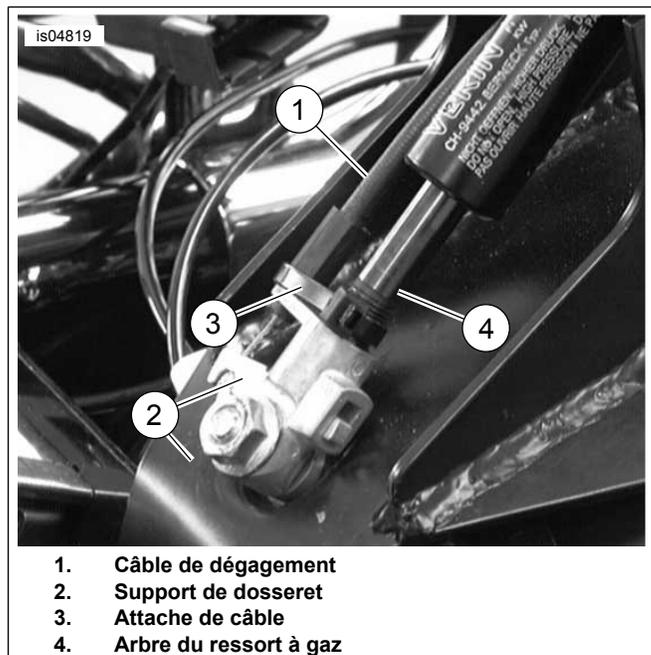

Figure 11. Attacher le câble au support du dossieret
19. Consultez Figure 11 . Fixer le câble de dégagement (1) au support de montage du dossieret (2) comme indiqué.
20. Fixer fermement le câble à l'arbre du ressort à gaz (4) avec la sangle de câble (3) fournie. Ne pas trop serrer l'attache de câble.